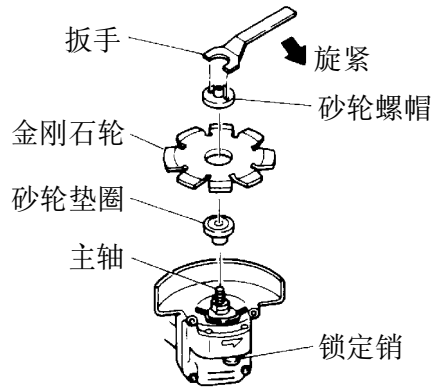

图 5
○ 安装金刚石砂轮 (图 5)
按图 5 所示方法将金刚石砂轮安装在主轴上，注意砂轮垫圈和砂轮的通常用法相反。
(1) 把砂轮垫圈和金刚石砂轮安装在主轴上。
(2) 把砂轮螺帽的凸面安装在金刚石砂轮上，并把砂轮螺帽旋紧主轴。
(3) 按图 5 所示方法，按下锁定销以防止主轴转动。用扳手拧紧砂轮螺帽以卡紧金刚石砂轮。